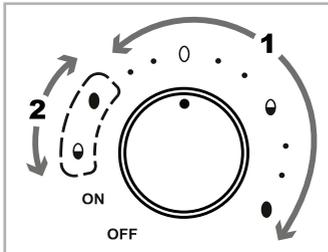

Fig. 1
- 1) Drej drejeknappen **7** til positionen, som svarer til, hvor hårdkogt, du ønsker ægget. Brug indstillingsområdet "1" (se fig. 1) med symbolerne og de tilhørende punkter foran:
Brug indstillingsområdet "1" med symbolerne og de tilhørende punkter foran, når du koger første gang. Brug indstillingsområdet "2" med de stiplede symboler (se fig. 1), når du koger anden gang.
- 2) Stil drejeknappen ⑦ på positionen, som svarer til den blødeste hårdhedsgrad for æggene (det er indstillingsområdet "1", se fig. 1). Kontrollampen ⑧ lyser, og kogningen starter.
- 3) Når æggene har nået den første, bløde hårdhedsgrad, lyder der en signaltone. Drej drejeknappen ⑦ til positionen "OFF" for at slukke for produktet. Kontrollampen ⑧ slukkes.
- 4) Tag låget ② af, og tag forsigtigt det antal æg op, som skal være bløde.
- 5) Sæt låget ② på igen, og stil drejeknappen ⑦ på positionen for de stiplede symboler (indstillingsområde "2", se fig. 1), som svarer til den ønskede hårdhedsgrad for æggene, som stadig er i produktet: